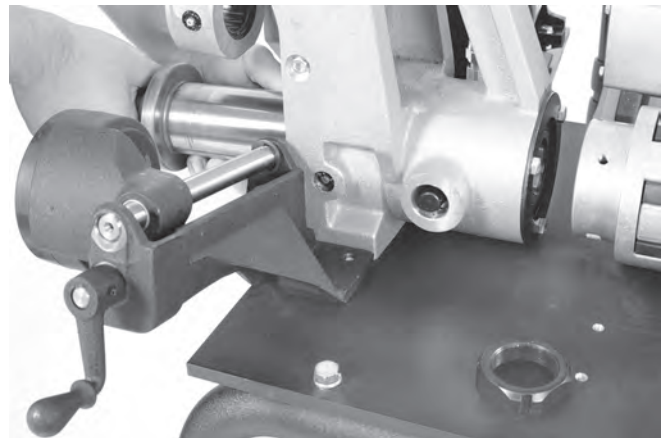

Figura 25 – Extracción del conjunto del eje de mando
3. Extraiga el eje de mando de la parte delantera de la ranuradora (Figura 25).